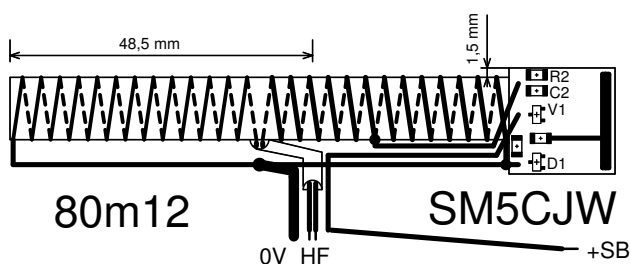
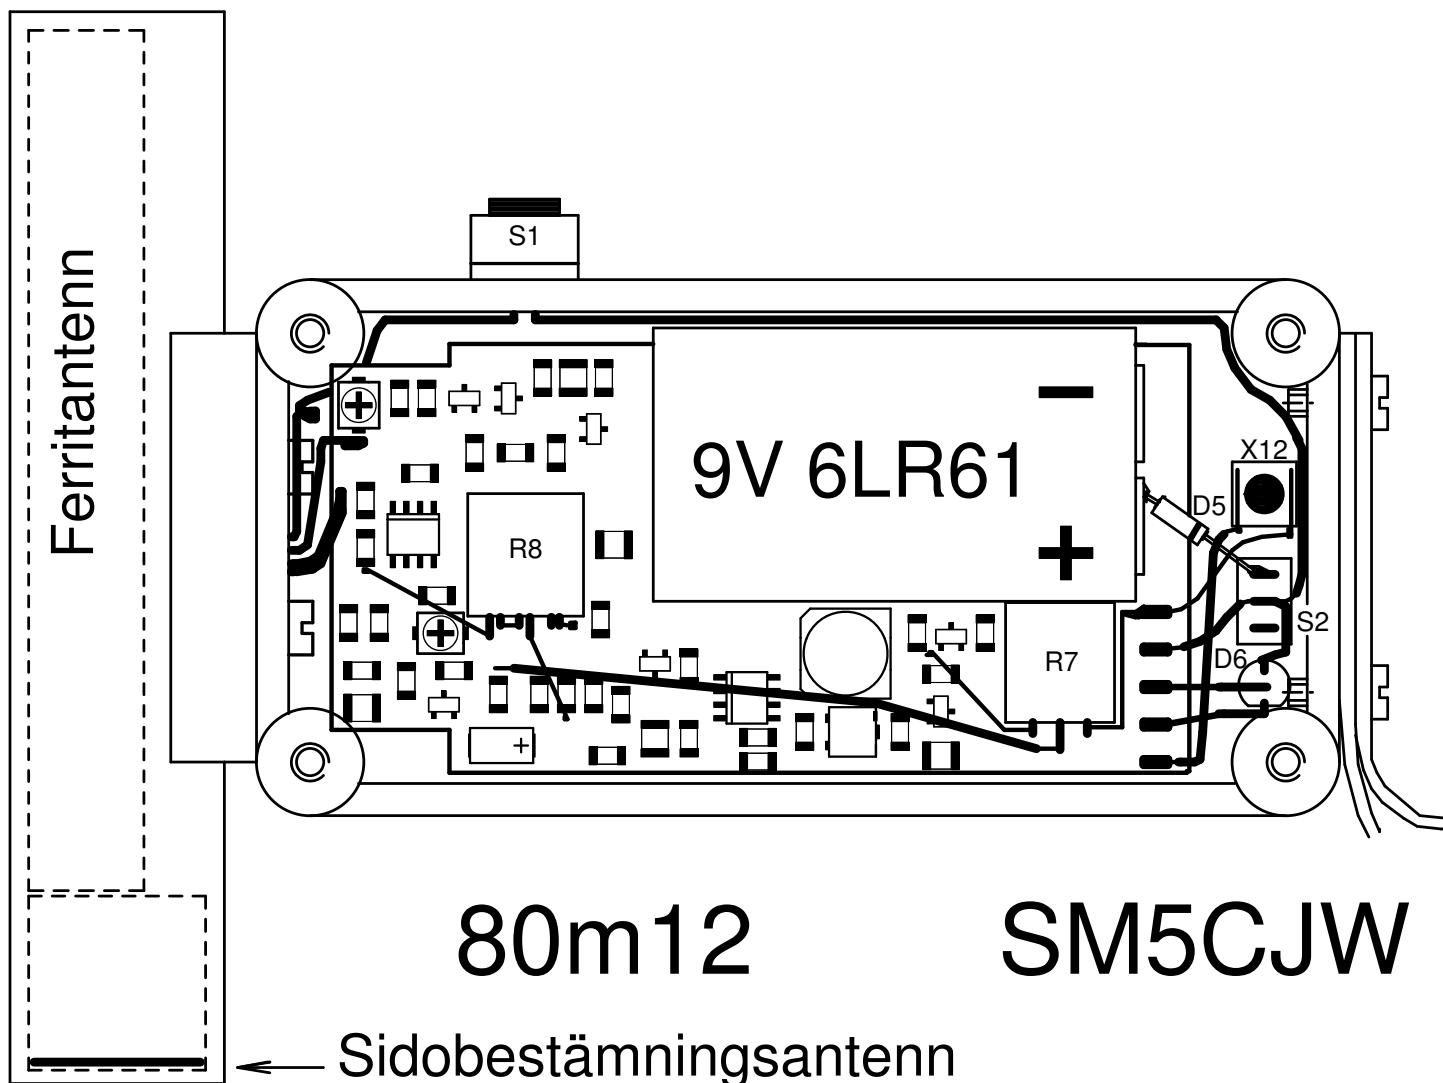

Fig 7, antenn.
Fig 9, mekaniskt och elektriskt slutmontage.
Både ferritantenn och sidobestämningsantenn är ingjutna i ett 20 mm plaströr med 17 mm innerdiameter. För att sidobestämningen skall ge stark signal när man ser mottagarens rattar och är vänd mot sändaren krävs att ferritantennen lindas åt rätt håll (*se fig 7*) och att antennröret vänds åt rätt håll när det fästs på mottagaren (*se fig 9*). Arbetsgång:
- 8) Linda de två trådarna med 3 mm stigning åt samma håll runt staven, den ena åt höger och den andra åt vänster, 13 varv vardera, *se fig 7*.
- 10) Gör ett uttag på den ena av lindningarna 7 varv från stavens ände. Välj rätt lindningshalva enligt fig 7 (för att sidobestämningen skall fungera som avsett). Avisolera anslutningspunkten och lyft den med en knappnål som sticks in under lindningsvarvet. Stick in en 100 mm lång anslutningstråd i knappnålsstickhålet, vik om tråden och löd.
- 11) Förbind lindningens ytterändar med en oisolerad förtennt koppartråd (0V). *Se fig 7.*
- 13) Fäst sidobestämningskortets komponentände mot ferritstavens ände med en klick epoxylim, *se fig 7*. Härda limmet.
- 15) Anslut sidobestämningskortet till jordtråden, tråden från uttaget på spolen och en 1 dm lång isolerad koppartråd för matning (+SB) av kortet, *se fig 7*.
- 16) Anslut en tunn förtennt kopparfläta (från en klen koax) till jordledningen, *se fig 7*. (Obs 48,5 mm-måttet!)
Arbetsgång (*se fig 9*):
Vänd antennen rätt! *Se fig 9*.
- 13) Koppla in kretskortet enligt *fig 9*. Se punkterna 14 – 22, nedan.